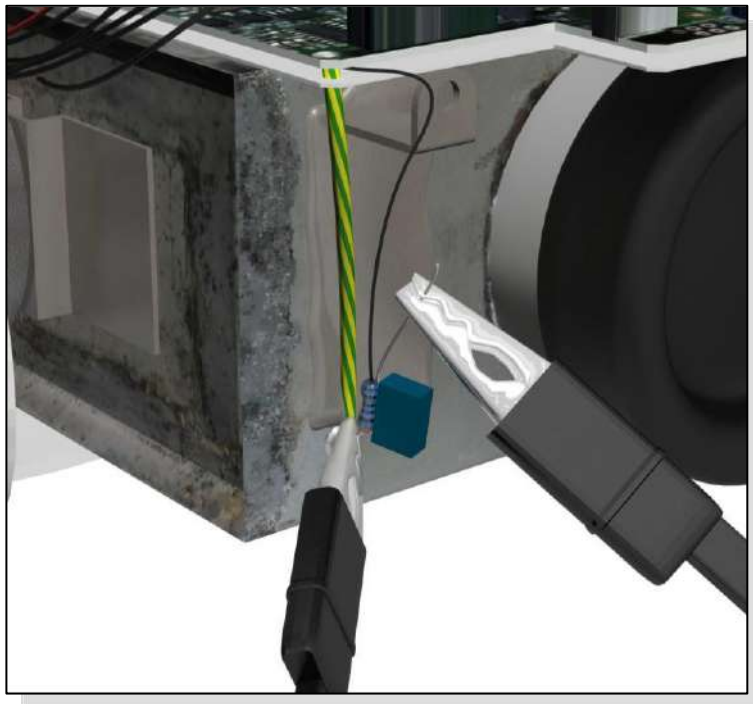

Fig. 21
- ✓ După îndepărtarea capacului din spate, făcând referire la Fig. 21, conectați bornele osciloscopului/testerului la rezistența de 1 K $\Omega$ .
Este necesar să setați întreaga scală a multimetrului într-o manieră adecvată pentru a măsura tensiunea pe rezistență; după ce ați poziționat manșoanele de capăt ale multimetrului pe rezistență (așa cum s-a arătat anterior în Fig. 21), setați un timp de expunere suficient de lung pentru a permite multimetrului să citească această tensiune (ordinul de mărime al expunerii este de aproximativ 1 sec). Valoarea care se așteaptă să fie citită este, ca în cazul precedent, de aproximativ  $7 V/4 V$ , în funcție de valoarea curentului setată pe temporizator (la fiecare V corespunde 1 mA).